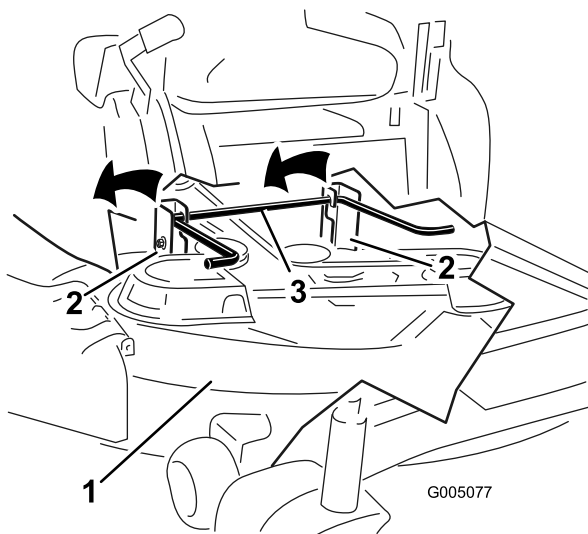

Figure 54
5. Soulevez et enlevez le tablier de coupe et les supports de la tige de levage arrière et abaissez la tondeuse au sol avec précaution (Figure 54).
5. Soulevez l'arrière du tablier de coupe et guidez les supports sur la tige de levage arrière (Figure 54).